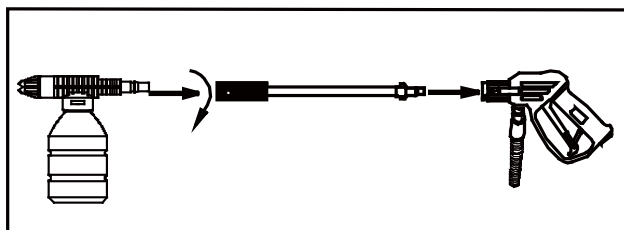

Imagen 8 — Instalación del dosificador en la pistola
4. Instale el dosificador de detergente en la pistola (ver Imagen 8).